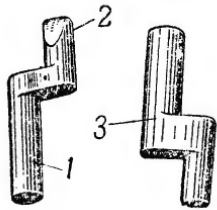

Рис. 21. Разобщик автоматического спуска:
**22. Разобщик автоматического спуска** (рис. 21) служит для освобождения курка с автоматического спуска при закрытом затворе. Разобщик имеет: нижний конец для действия на автоматический спуск; верхний конец, на который действует стембель затвора и опускает разобщик вниз. Нижняя плоскость колена ограничивает смещение разобщика вниз, а верхняя препятствует продвижению разобщика вверх.